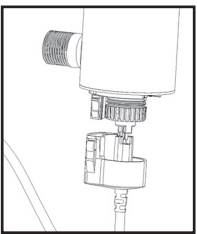

FIGURE 2A
2. Interrompre l'alimentation électrique et laisser le processus de mise hors-tension s'exécuter pendant 30 secondes. Enlever le connecteur par faire compression des ongles verrouillage sûr le côté du connecteur. Enlever le connecteur et retirer la lampe de la chambre du réacteur et base de le connecteur de la lampe. Lorsque la lampe devient visible, séparer la lampe du connecteur (Figure 2A). Il suffit de séparer les deux composants – ne pas effectuer un mouvement de torsion entre la lampe et le connecteur. Éviter de toucher la surface de verre de la lampe. Il est acceptable de manipuler la lampe par les extrémités de céramique; cependant, s'il est nécessaire de toucher le tube de verre, porter des gants ou utiliser un lingé doux. Retirer complètement la lampe de la chambre du réacteur; en veillant à ne pas incliner la lampe par rapport au réacteur; si la lampe est inclinée, une pression est exercée à l'intérieur du manchon de quartz, et ceci provoquera le bris du manchon.